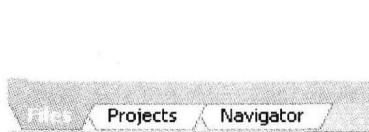

图 1-14 工作区面板选项
(1) 工作区面板的移动 用鼠标左键按住工作区面板的状态栏不放，拖动光标在窗口中移动，当移动到窗口的适当位置后，松开鼠标左键，则移动后的面板将在相应的窗口位置显示。
(2) 工作区面板的面板选项切换 工作区面板通常包含 Files、Projects 和 Navigator 等选项卡，位于主窗口的左下角，如图 1-14 所示。